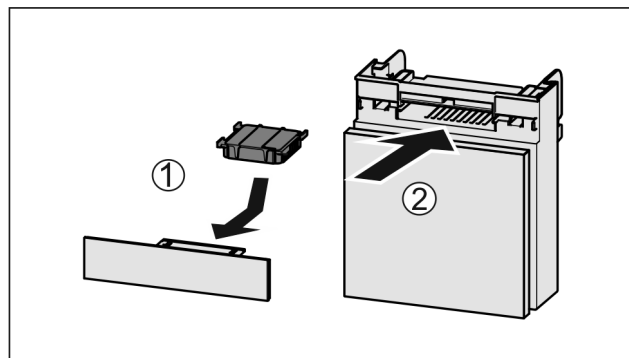

Fig. 133
- Filtr s aktivním uhlím vložte podle vyobrazení Fig. 133 (1).
- Zásuvku zasuňte Fig. 133 (2).